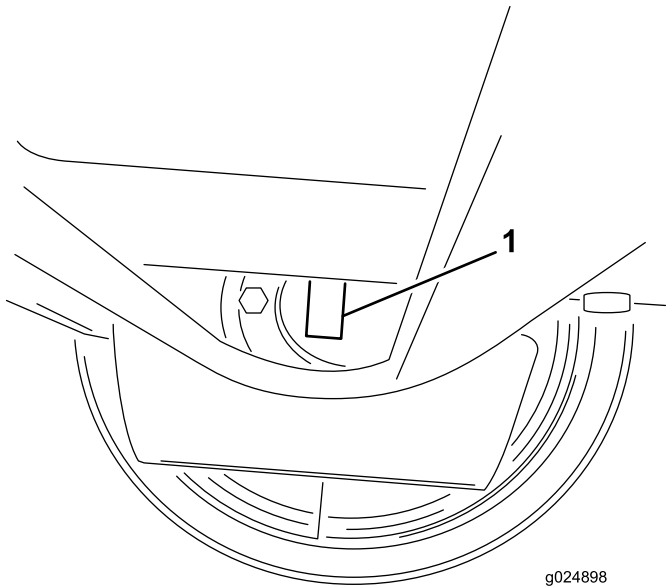

Figura 1
3. Inspeccione la placa que lleva el número de serie del motor de rueda (Figura 1). Puede verse desde debajo de la máquina.